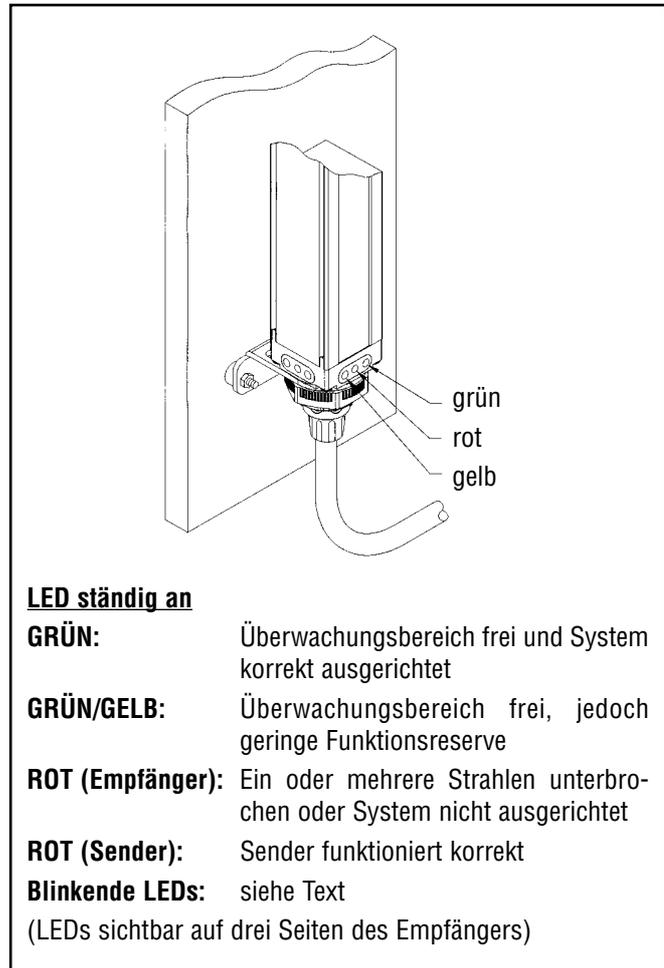

Abb. 34. LEDs zur Anzeige des Systemstatus
**Empfänger:** (siehe Abbildung 34)